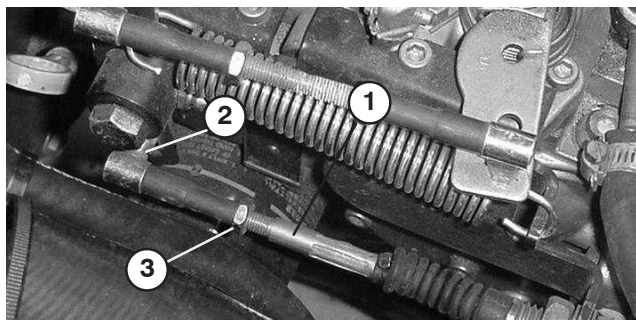
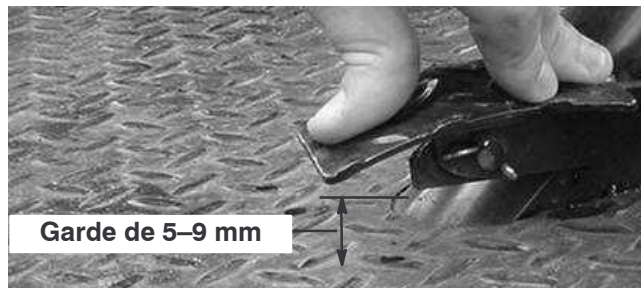

Figure 52
Figure 53
2. Réglez la rotule sur le câble d'accélérateur (Fig. 52) pour obtenir une garde de 5 à 9 mm entre la pédale d'accélérateur et le haut du plancher quadrillé (Fig. 53), lorsqu'une force de 111 N est appliquée au centre de la pédale. Serrez le contre-écrou.